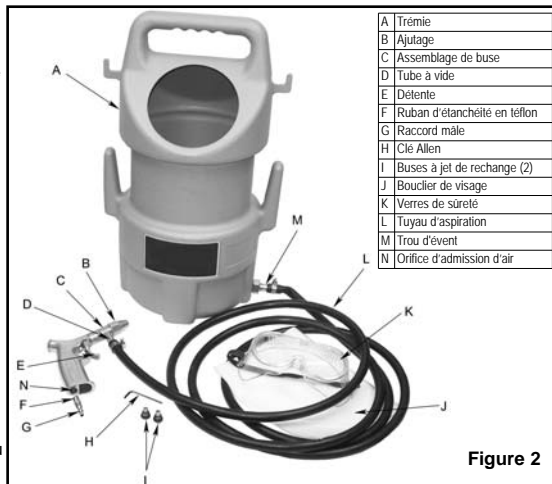

Figure 2
- Installez un raccord mâle 1/4 po NPT (non inclus) à l'orifice d'admission d'air de l'outil (voir Figure 2). **Remarque : Enveloppez toutes les extrémités filetées à l'aide de ruban d'étanchéité en téflon.**
- Placez le collier de la conduite sur le tuyau de siphon et poussez l'extrémité sur le fond du distributeur de sableuse. Serrez le collier de la conduite. (Voir Figure 2) **REMARQUE : Assurez-vous que l'air évent (M) demeure ouverte en tout temps et doit faire face vers le haut. Les abrasifs doivent couler librement de la trémie vers la partie à niveau du tuyau, sous la trémie.**
- Placez l'autre collier de la conduite sur l'autre extrémité du tuyau de siphon et poussez l'extrémité sur le tube électronique. Serrez le collier de la conduite. (Voir Figure 2)